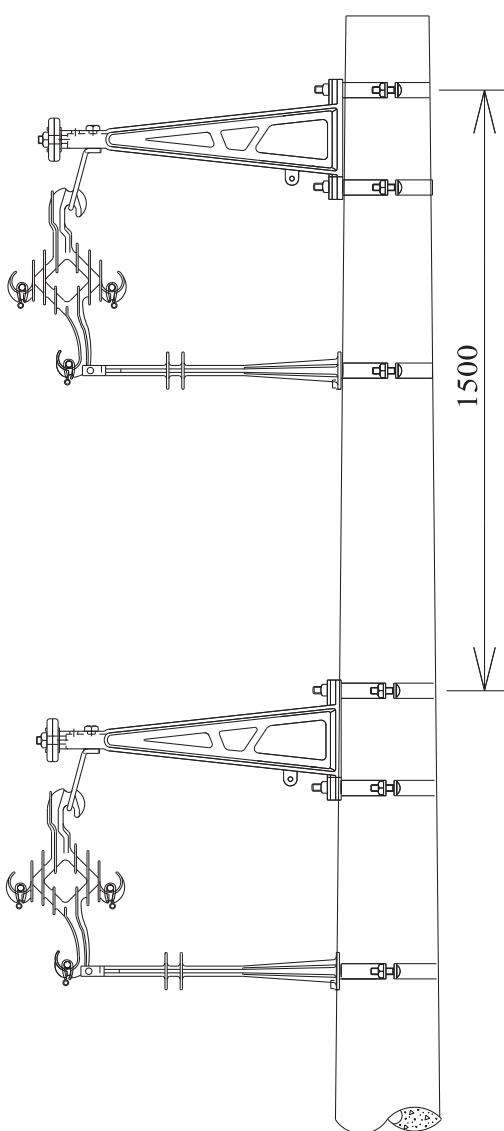

Figura 1 – CE1-CE1 preferencial
- 10 - Preferencialmente, afim de minimizar o esforço no poste, a rede compacta com circuito duplo deve ser construída em níveis diferentes e no mesmo lado do poste como ilustra a Figura 1. Alternativamente pode-se construir conforme mostrado na Figura 2.